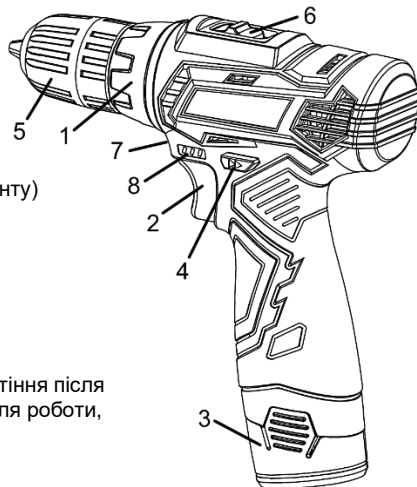
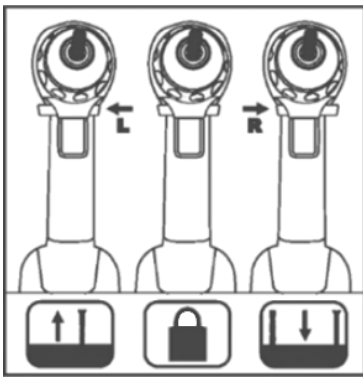
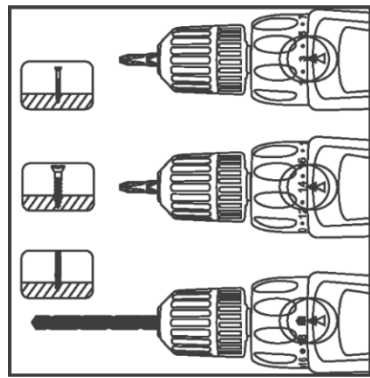

Рисунок 1
Рисунок 2
Рисунок 3
- щоб увімкнути виріб, натисніть на пускову клавішу (2, рисунок 1) з необхідним зусиллям;
- для вибору необхідного напрямку обертання патрона залежно від характеру виконуваної операції перемістіть перемикач реверсу (4, рисунок 1) в потрібне положення, натиснувши до упору кнопку з відповідним символом (дивіться рисунок 2);
- блокування пускової клавіші (2, рисунок 1) для запобігання випадковому ввімкненню електродвигуна виробу, здійснюється переміщенням перемикача реверсу (4, рисунок 1) в середнє (проміжне) положення (дивіться рисунок 2). Блокування необхідно застосовувати при зміні робочого інструмента та під час транспортування (зберігання) виробу.
- перемістіть повзунковий механічний перемикач (6, рисунок 1) до упору в положення «1» для вибору швидкісного діапазону 0-400 об/хв або до упору в положення «2» для діапазону 0-1400 об/хв;
4.6.1 Для виконання операцій загвинчування/відгвинчування встановіть необхідний крутний момент, сумістивши вибране значення на кільці регулятора крутного моменту (1, рисунок 1) зі стрілкою на верхній частині корпусу виробу (дивіться рисунок 3).
4.6.2 При виконанні технологічної операції «свердління» встановіть максимальний крутний момент без прослизання торсійної муфти (без спрацьовування «тріскачки»), сумістивши значок «свердло» на кільці регулятора крутного моменту (1, рисунок 1) зі стрілкою на верхній частині корпусу шуруповерта (дивіться рисунок 3).